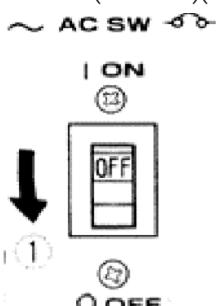

Рис. 20
- Встановіть вимикач живлення електроприладу в положення OFF («ВІМК.») або від'єднайте його силовий кабель від розетки генератора. Переведіть автоматичний вимикач у положення OFF («ВІМК.»)(Рис.20).